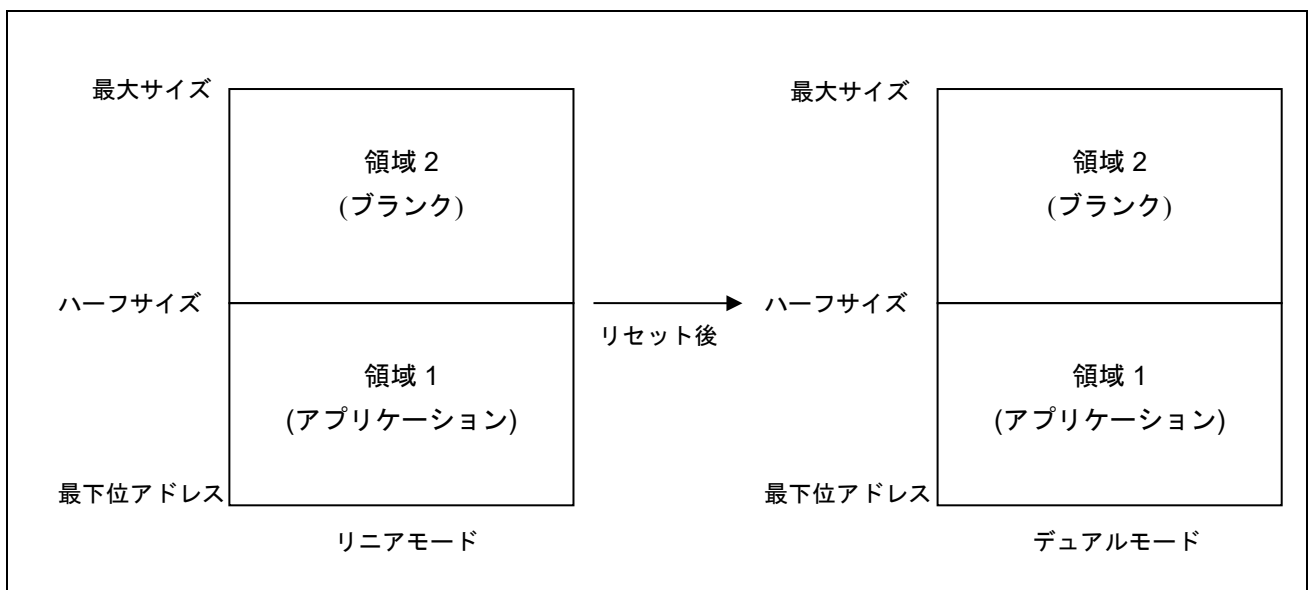

図 13.1 リニアモードでのデュアルモード用アプリケーションの書き込み
【条件】 図 13.1 の領域 2 への書き込みは行わない
2. デュアルモードに設定されたオプション設定メモリ用のプログラムファイルおよび図 13.1 の領域 1 のプログラムファイル（アプリケーション）を書き込む
【備考】 リニアモードからデュアルモードに変更する場合、図 13.1 の領域 2 は空白であることが推奨されま